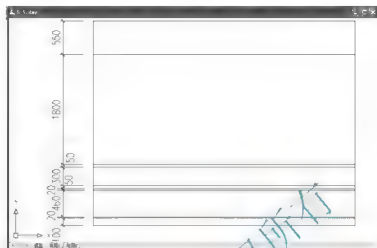

图 5.5 偏移生成台度等其他装饰线
(4) 重复【偏移】命令, 将踢脚线依次向上偏移 20mm、460mm、20mm、50mm、300mm、50mm、1800mm, 生成台度等其他装饰线, 结果如图 5.5 所示。